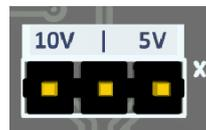

Fig.14. – Jumper zur Auswahl des Analogsignalbereichs
Der Bereich des externen Analogsignals wird durch die in Abb. 14 gezeigte Brücke eingestellt. Die Brücke befindet sich auf der Leiterplatte unter dem Gehäuse. Um das Gehäuse zu öffnen, müssen die beiden Verriegelungen neben den Anschlüssen gelöst werden.
- Stellen Sie die Brücke auf die gewünschte Position (Abb. 14).